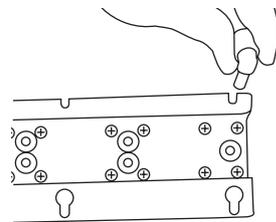

Figura 17.
8. Inserta la manguera que proviene del codo de salida del Purificador en la parte inferior de la Llave de cuello de ganso (ver Figura 17).